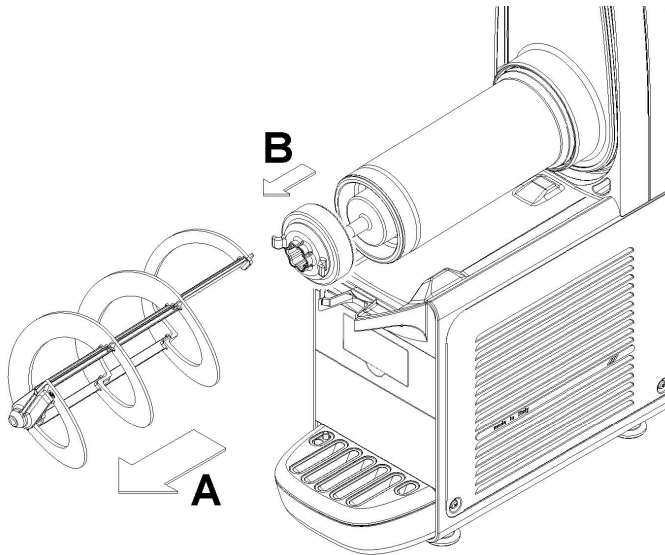

figura 32
**3** Quitar el mezclador A sacándolo del cilindro evaporador. Luego retirar el empalme hexagonal B (ver figura 32).